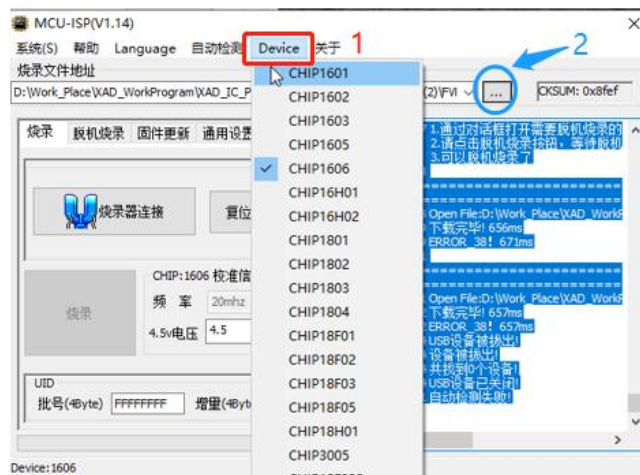
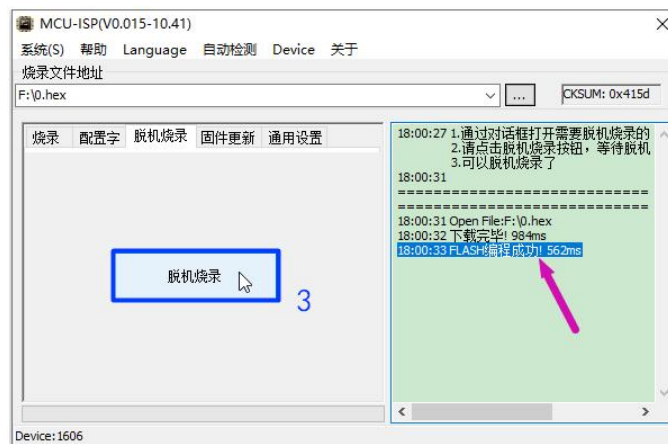

图 29. 脱机烧录步骤
图 30. 脱机烧录步骤
2.3.3.1: 下载 hex: 先将烧录器连接 12V 电源, 再与电脑连接。与在线烧录类似, 在“Device”菜单中, 先选择要烧录的芯片型号, 接着选择要烧录的程序文件, 然后在“脱机烧录”选项卡里 (图 29), 点击“脱机烧录”按钮 (图 30), 等待信息栏出现“FLASH 编程成功”字样后, 则说明脱机烧录文件成功写入到烧录器中。